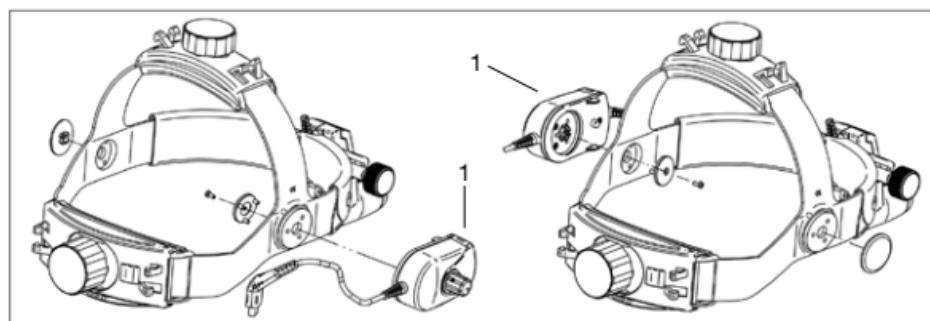

Fig. 3 Montaje del regulador de cinta craneal
Vd. puede colocar el regulador de la cinta craneal (1) en el lado izquierdo o derecho de la cinta craneal (fig.3). Después podrá regular la claridad con progresión continua.
Para el funcionamiento de ML4 LED con el mPack o EN50 conecte el cable corto del regulador de la luminosidad con el cable de conexión mPack UNPLUGGED/Cinch y sujetelo a la tapa del segmento posterior de la cinta craneal (fig. 4). Conecte el instrumento al manguito Cinch del mPack o EN50. Con el regulador (1) (fig. 3) puede ajustar el brillo y encender y apagar el aparato.